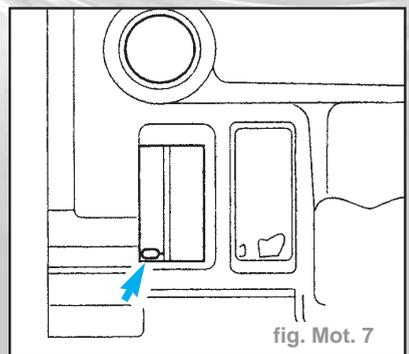

fig. Mot. 7
- pour boîte de vitesses automatique (fig. Mot. 7)